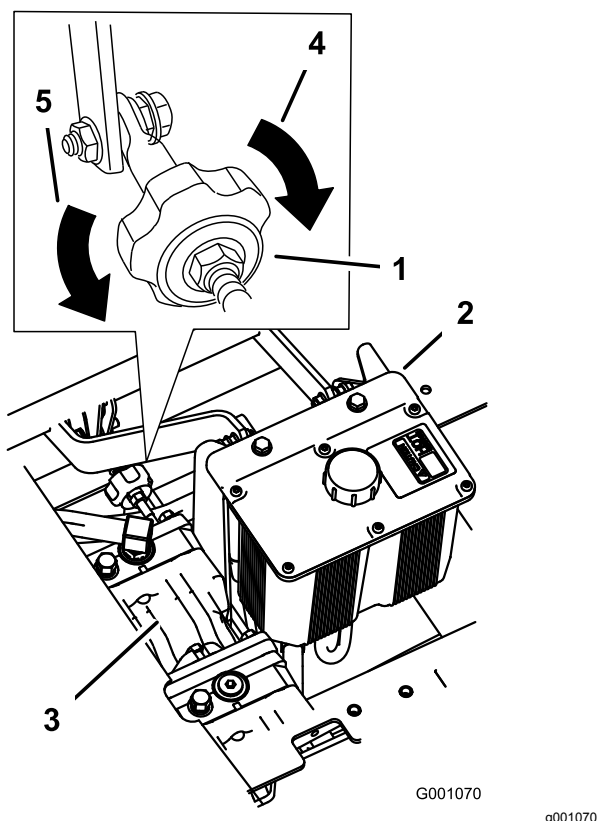

Figura 73
- Si la máquina se desvía hacia la derecha, gire el pomo hacia la parte izquierda de la máquina; consulte Figura 73.
- Si la máquina se desvía hacia la izquierda, gire el pomo hacia la parte derecha de la máquina; consulte Figura 73.